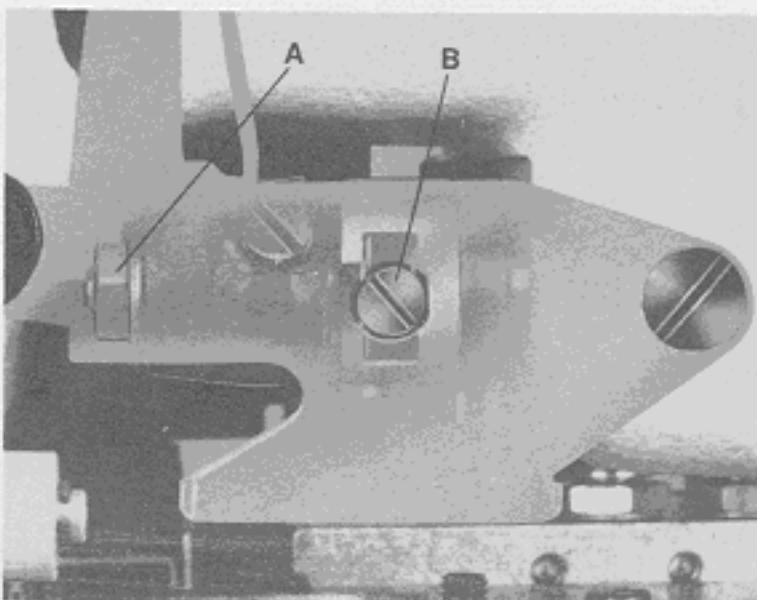

Fig.43
The amount of spreader travel from extreme left to extreme right position can be increased or reduced if required. For adjustment loosen nut (A, Fig. 43), turning screw (B) clockwise reduces and turning it counterclockwise increases the amount of spreader travel.
Der Weg des Legers von der linken zur rechten Endstellung kann bei Bedarf, vergrößert oder verkleinert werden. Zur Einstellung lösen Sie die Mutter (A, Fig. 43), drehen der Schraube (B) im Uhrzeigersinn verkleinert und drehen im Gegenuhrzeigersinn vergrößert den Legerweg. Ziehen Sie die Mutter (A) wieder an.